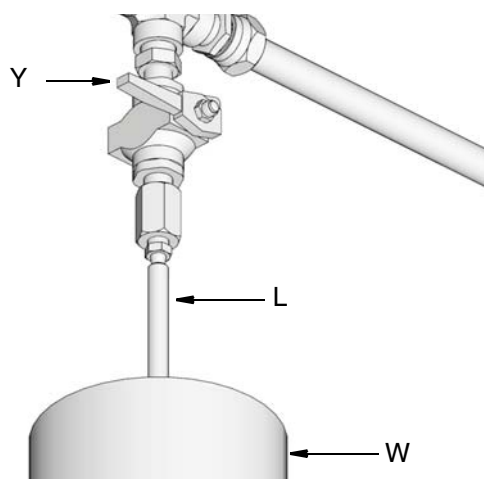

Рис. 24:
- а. Для сброса давления между заполнительным насосом (F) и автоматическим запорным устройством для заполнения (B) откройте шаровой клапан (bv) (Рис. 24). Давление сбросится, и лишняя жидкость стечет через дренажную трубку (L) в переливной контейнер для смазки (W).